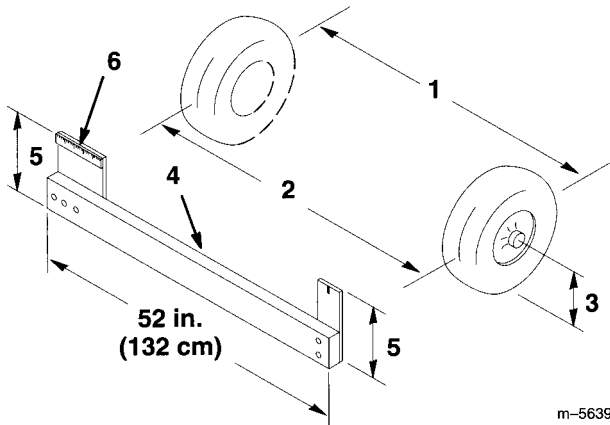

図 35
- 2 . 前輪の前と後ろの車軸の高さの位置で、左右のタイヤの中央線間距離を測る（図35）。タイヤの後ろで測定を行うには整列ゲージや専用ゲージが必要となる。同じゲージを使ってタイヤの前後位置での測定を正確に行う（図35）。